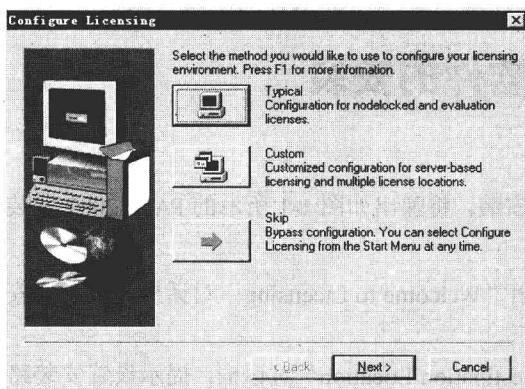

图 1-5 “Configure Licensing” 对话框
⑤ 安装完成后，会弹出“Configure Licensing”对话框，提示选择 License 文件配置的方式，如图 1-5 所示。